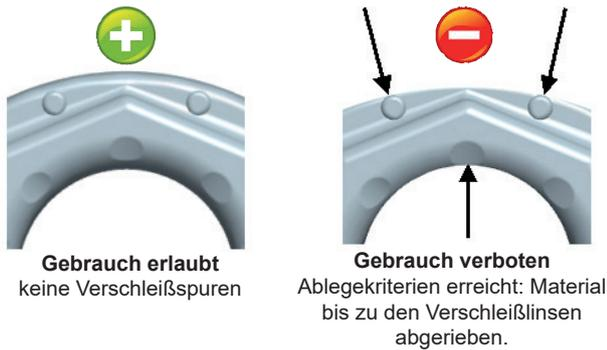

Abb. 3: Verschleißmarkierungen
- Kontrollieren Sie sorgfältig die Verschleißmarkierungen des Anschweißpunktes (siehe Abb. 3):
- Querschnittsveränderungen durch Verschleiß >10 % (siehe Abb. 3 Verschleißmarkierungen)